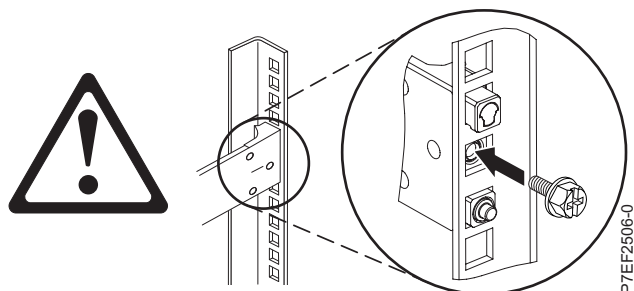

Figura 4. Reinstalando o parafuso
4. Reinstale o parafuso que foi removido na etapa 2 na página 4, conforme mostrado na Figura 4.